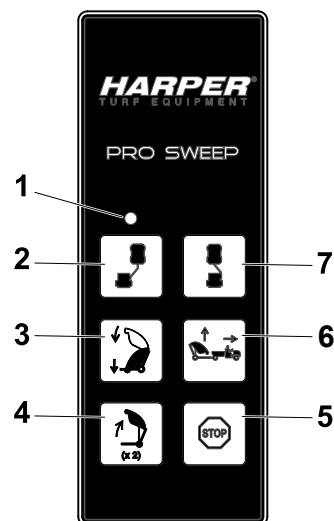

Figura 28
2. Com a tremonha à altura de transporte, prima o botão de descarga da tremonha, solte o botão e, em seguida, volte a premir continuamente o botão de descarga da tremonha (Figura 28).